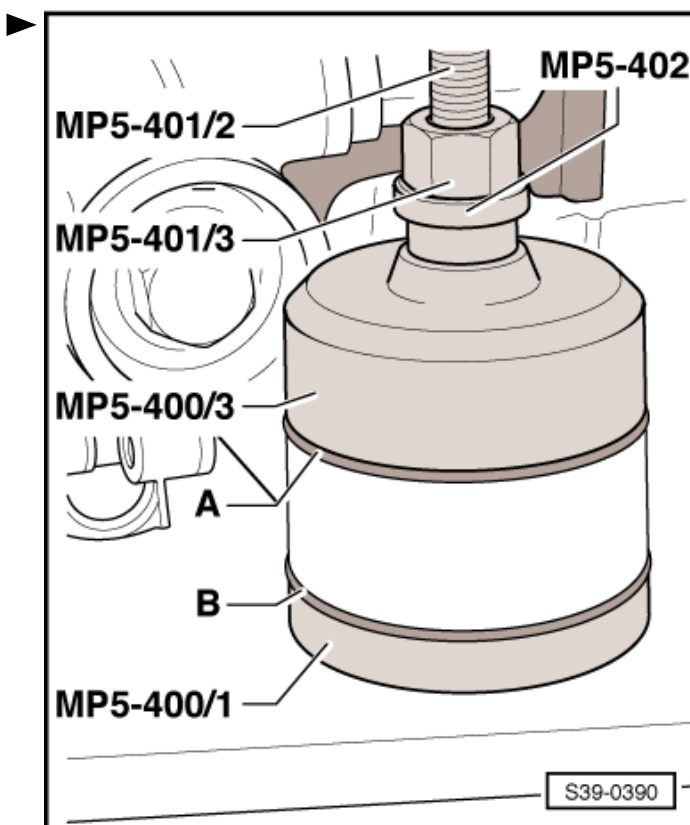

Abb. 7: Unterscheidung der Lager „hinten oben“ und „vorn unten“
- ☐ Unterscheidung der Lager „hinten oben“ und „vorn unten“ ⇒ Abb. 7 in **39-6** Seite 9